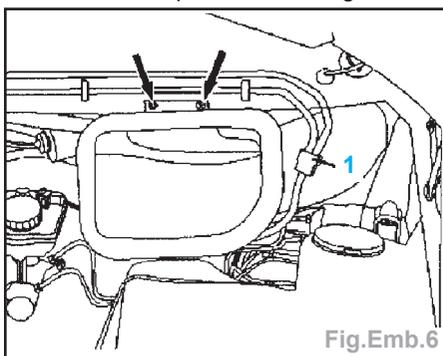

Fig.Emb.6
- Déposer la prise d'air (Fig.Emb.6) :
- déconnecter du répartiteur (1) la tubulure provenant du réservoir de lave-glace,
- Retirer l'agrafe (5) de la conduite hydraulique (6) sur le cylindre émetteur (2), et débrancher la conduite (6).
- Enlever les vis (7) du cylindre émetteur (2) sur le support de pédale (8).
- Extraire le cylindre émetteur (2).